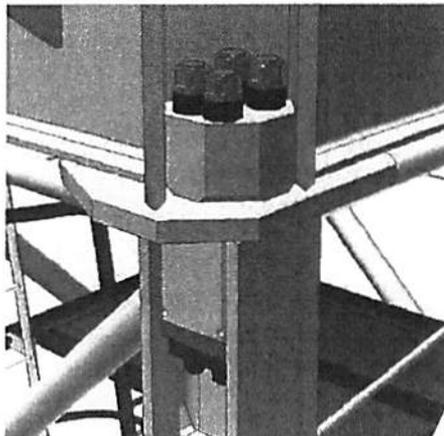

Abb. 3.2.5
- D) Zur Demontage des Verbindungselements die Verbindungsstangen abnehmen und auf den Boden ablegen (Abb. 3.2.5).